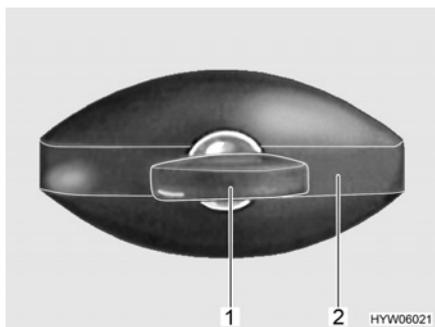

Fig. 21 Cerradura de la trampilla (de forma elíptica, cerrada)
- Introducir la llave en el cilindro de cierre (Fig. 21,1) y girarla un cuarto de vuelta en sentido contrario a las agujas del reloj. El asidero de la cerradura (Fig. 21,2) se abre de golpe.